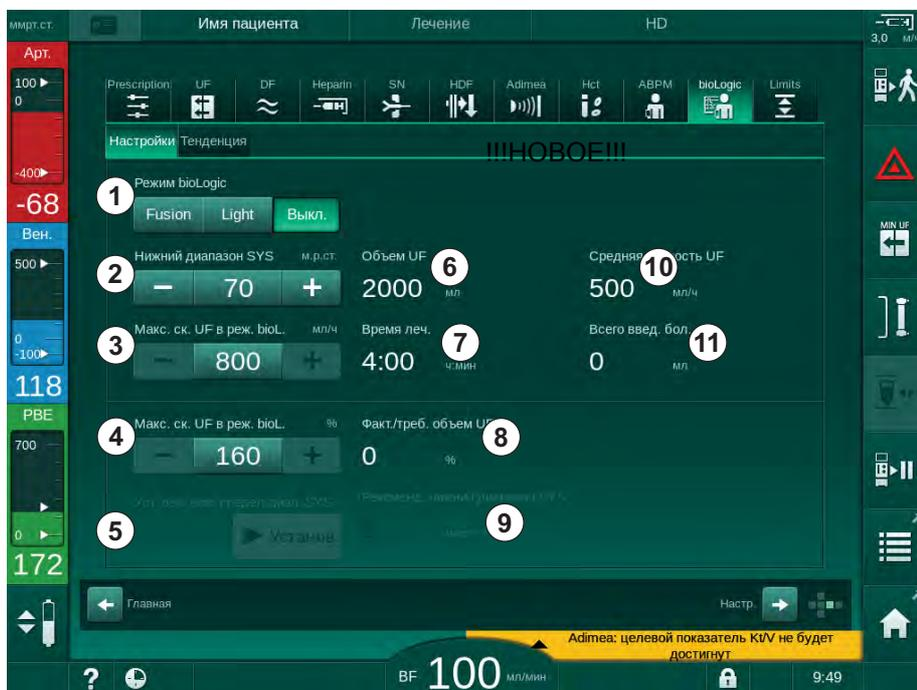

Рис. 11-19 Экран настроек bioLogic Fusion
При активации рекомендуемого SLL принимается значение ③ на Рис. 11-19. Дополнительно нижний предел систолического диапазона может быть установлен в положение ② .
1. Чтобы активировать bioLogic Fusion или bioLogic Light нажмите кнопку *Fusion* или *Light* в поле группы *Режим bioLogic* (Рис. 11-19, ① ).